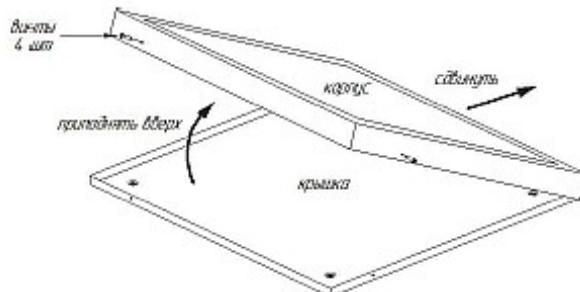

Рис.1
1. Распаковать светильник и открутить все винты по периметру светильника. Приподнять край корпуса вверх в месте, которое обозначено наклейкой «открывать здесь» на наружной стороне крышки и, сдвинув корпус относительно крышки, снять его (см. Рис.1).